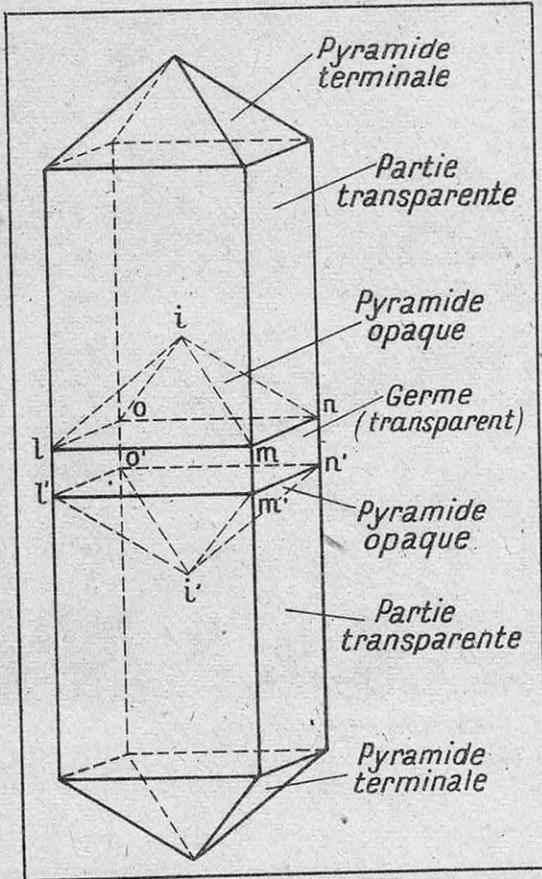
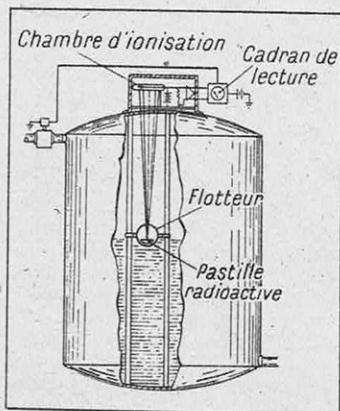

FIG. 4. — LA FORME GÉOMÉTRIQUE IDEALE D'UN CRISTAL DE PHOSPHATE D'AMMONIUM
FIG. 7. — INDICATEUR DE NIVEAU A PASTILLE RADIOACTIVE (D'APRÈS SCHREIBER)
Dans des conditions convenables, un cristal de phosphate monoammonique tend à prendre la forme idéale d'un parallélépipède à base carrée coiffé sur chacune de ses bases d'une pyramide à base carrée dont les angles dièdres seront toujours les mêmes (fig. 4). Une fois cette forme atteinte, il continue à s'allonger, les faces libres des pyramides terminales fixant seules le sel qui cristallise et le parallélépipède s'allonge en repoussant ses pyramides terminales ; c'est alors que la cristallisation est parfaitement transparente (fig. 7).
(1) La présence de certaines impuretés (sels de fer, de chrome ou d'étain) a une double action sur la croissance des cristaux : elle retarde la formation de germes « parasites », mais déforme les cristaux qui prennent des formes qui ne sont plus parfaitement régulières au point de vue géométrique (fig. 4).
Si l'on offrait à la solution un parallélépipède oblique taillé parallèlement à une face quelconque de l'une de ces pyramides terminales, le cristal se développerait immédiatement de façon homogène sans même que le plus léger voile vienne marquer la surface de séparation avec le « germe » et il tendrait à se rapprocher peu à peu de la forme idéale que nous avons décrite (fig. 4) ; mais ceci n'a pas un gros intérêt pratique parce qu'il est très difficile de tailler un cristal suivant deux plans rigoureusement parallèles à une face des pyramides terminales.